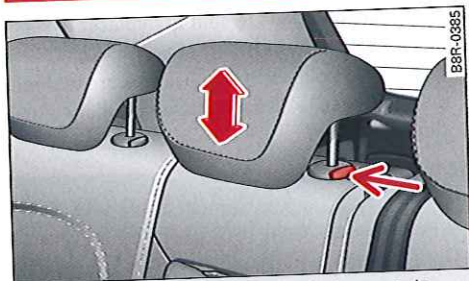

Fig. 63 Sièges arrière : appuie-tête de la place centrale
- Pour relever l'appuie-tête, saisissez l'appuie-tête de chaque côté avec les mains et relevez-le jusqu'à ce qu'il s'enclenche de manière perceptible ⇒ fig. 63.